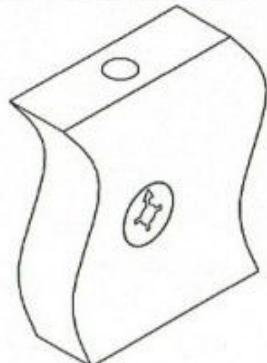

Рис. 1
1. Прикрутить к боковинам 1 и 2 с внутренних сторон направляющие (7) в отверстия диаметром 5 мм, при помощи евровинтов (8), по три штуки на каждую боковину. Затем вставить стяжки-растекс (3) в отверстия диаметром 15 мм в эти детали (см. рис.1).
Взять стенку заднюю выдвижного ящика 8 и забить в соответствующие отверстия шканты (1). Соединить боковины ящика 6 и 7 с задней стенкой 8. Фиксацию производить при помощи евровинтов (2). Далее положить каркас ящика на заднюю стенку 8 и забить шканты (1) в соответствующие торцевые отверстия на боковинах ящика 6 и 7, и вставить стяжки растекс (3) (см.рис.1). После этого вставить дно ящика 12 в пазы на каркасе ящика, таким образом, чтобы дно ящика 12 вошло в паз на стенке задней ящика 8. Далее закрутить в переднюю панель ящика 10,11 в имеющиеся муфты дюбеля стяжек-растекс (4) (см. рис.2). Соединить переднюю панель ящика 10 с каркасом . Фиксацию произвести путем поворота стяжки (3) по часовой стрелки. После этого положить ящик дном вверх и прокрутить ответные планки направляющих (7) к боковинам ящика 6 и 7 при помощи саморезов (5). Далее к передней панели 10 прикрепить ручку (11) Аналогичным образом собрать остальные ящики. Следует учесть, что при установки ящиков, ящик с замком необходимо установить в верхний проем, а большой ящик в нижний проем. (см. сх. 2)